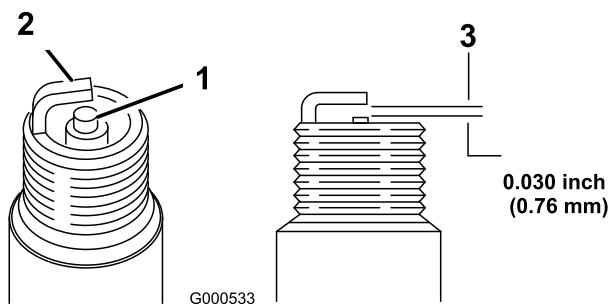

Figure 35
11. Réglez l'écartement des électrodes à 0,76 mm (Figure 35).